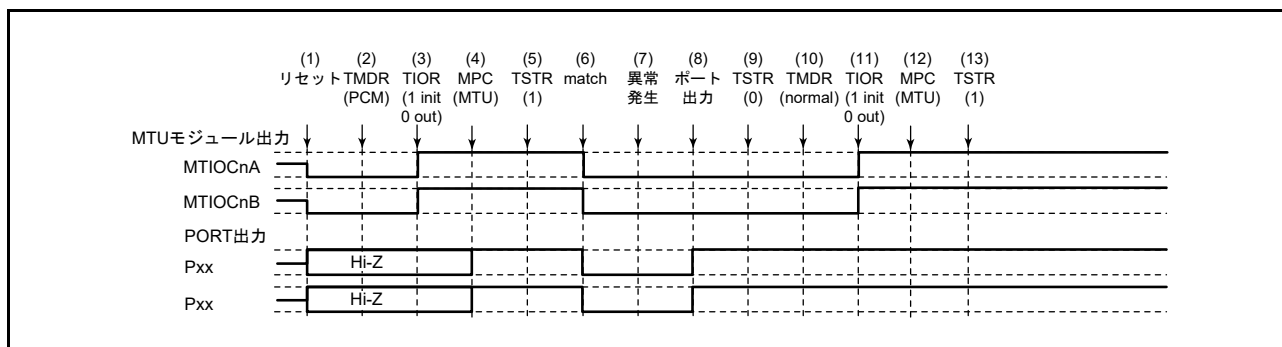

図 19.159 位相計数モードで異常が発生し、ノーマルモードで復帰する場合
位相計数モードで異常が発生し、再設定後ノーマルモードで再スタートする場合の説明図を図 19.159 に示します。
(1) ～ (9) は図 19.159 と共通です。
(10) PWM モード 1 を設定します。
(11) TIOR レジスタで端子を初期化してください (PWM モード 1 では MTIOCnB (MTIOCnD) 端子に波形が出力されません。出力すべきレベルがある場合は、I/O ポートのポート方向レジスタ (PDR)、ポート出力データレジスタ (PODR) で汎用出力ポートの設定をしてください)。
(12) MPC と I/O ポートのポートモードレジスタ (PMR) で MTU 出力としてください。
(13) TSTR レジスタで再スタートします。
(19) 位相計数モードで動作中に異常が発生し、PWM モード2で再スタートする場合の動作
(10) PWM モード2を設定します。
(11) TIOR レジスタで端子を初期化してください (PWM モード2 では周期レジスタに使用した TGR レジスタに対応する端子に波形が出力されません。出力すべきレベルがある場合は、I/O ポートのポート方向レジスタ (PDR)、ポート出力データレジスタ (PODR) で汎用出力ポートの設定をしてください)。
(20) 位相計数モードで動作中に異常が発生し、位相計数モードで再スタートする場合の動作
(10) 位相計数モードで再スタートする場合には必要ありません。
(11) TIOR レジスタで端子を初期化してください。
(13) TSTRA レジスタで再スタートします。
(21) 相補 PWM モードで動作中に異常が発生し、ノーマルモードで再スタートする場合の動作